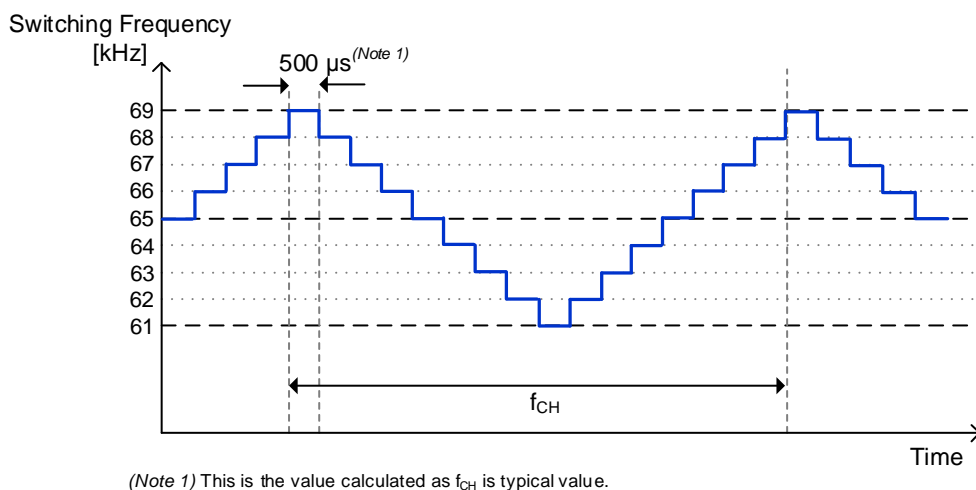

Figure 6. Frequency Hopping Function
- 内部発振器により、スイッチング周波数は fSW1 に固定されています。周波数ホッピング機能を内蔵しており、スイッチング周波数は Figure 6 に示すように変動します。ホッピング変動周期は fCH です。